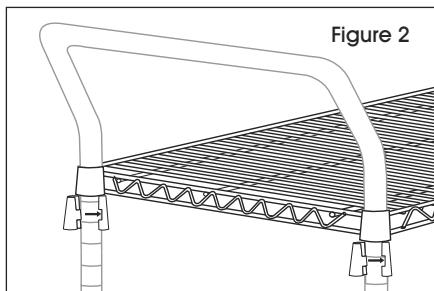

Figure 2
2. Enclenchez les deux pièces emboîtables d'un support de tablette en aluminium (la partie la plus large vers le bas) autour du montant au niveau de la rainure la plus élevée où la tablette doit être placée. Faites glisser le support de tablette vers le haut ou vers le bas jusqu'à ce qu'il s'enclenche dans la rainure. Ajoutez un support de tablette en aluminium au même endroit sur les montants restants. (Voir Figure 2)